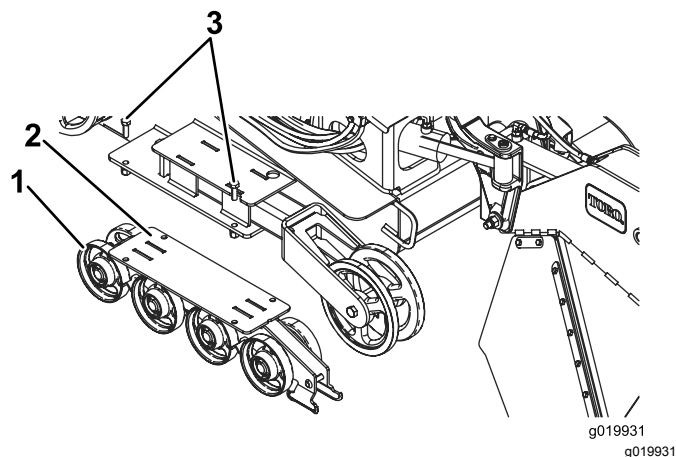

図 50
4. 各下クローラガイドロードホイールを囲っているを固定しているボルト各 4 を外してガイドを取り外す 図 50。